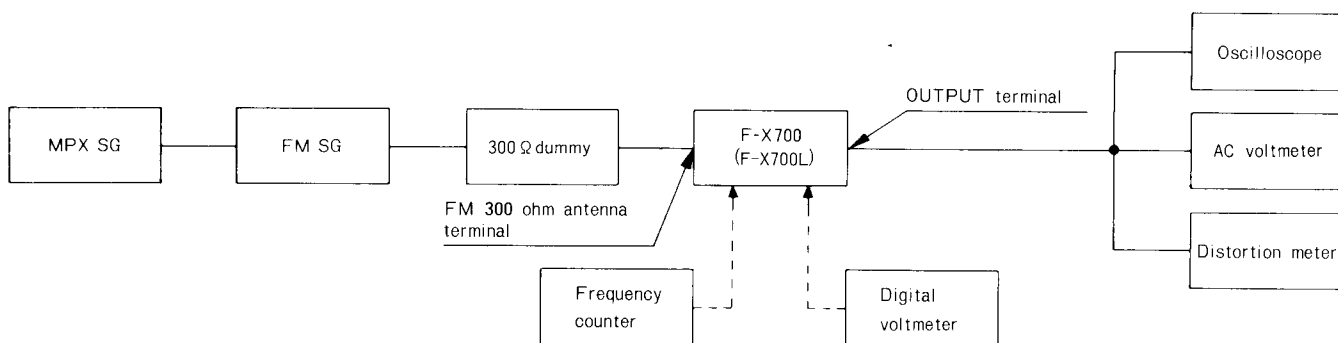

Fig. 12-1. FM adjustment connection diagram
- Exécuter les branchements comme indiqué par la figure 12-1.